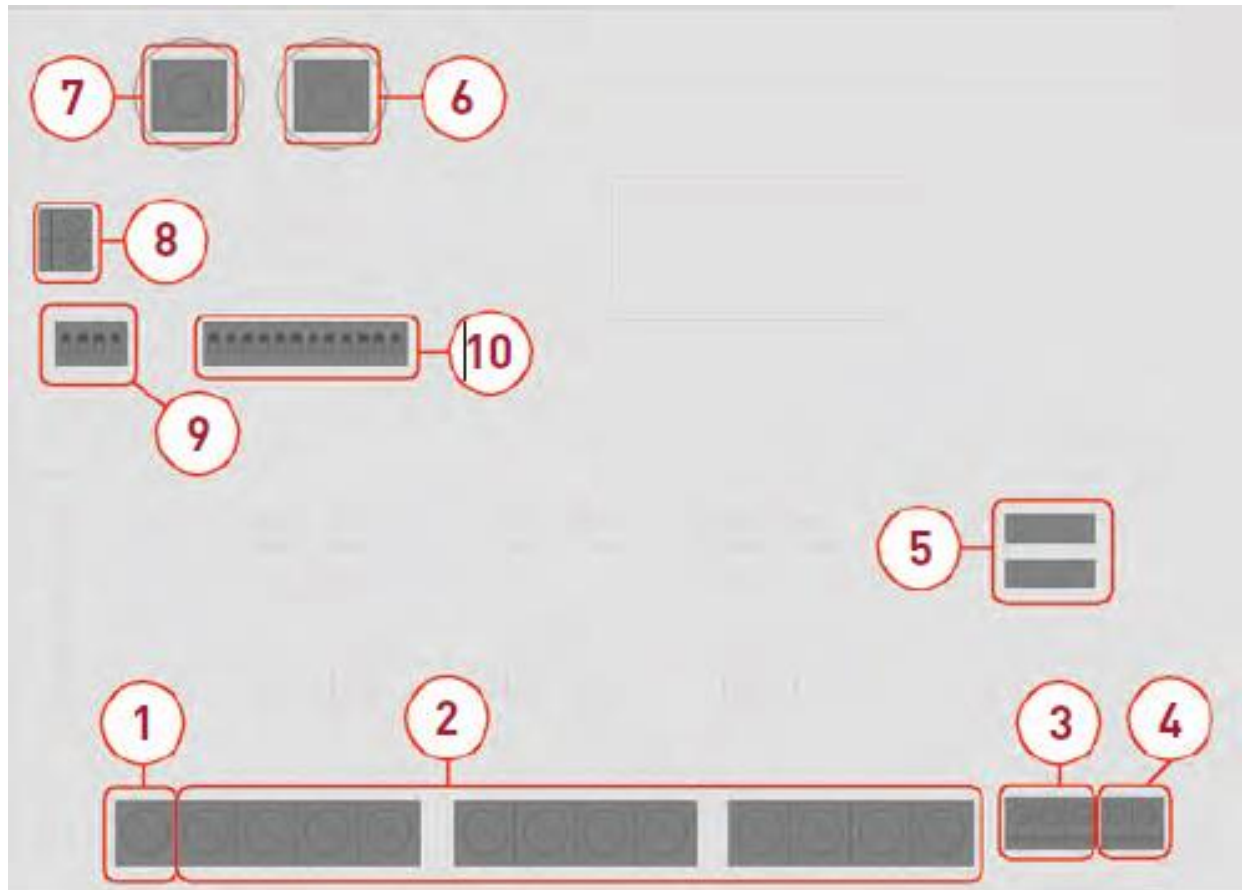
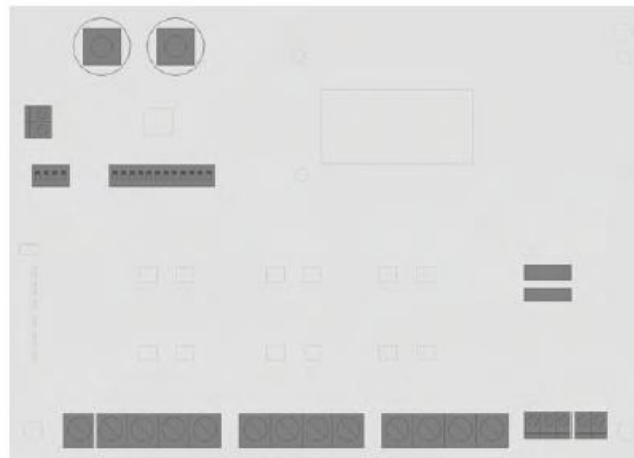

Figura 1: Lay-out del secuenciador Serie DS.
Figura 4: Paso 3 para una instalación segura.
En la **Error! Reference source not found.** Figura 1 se muestra el Lay-out de un secuenciador de la serie DS, tiene sus partes enumeradas las cuales son explicadas más adelante en la Tabla 2.
Conecte las salidas de las solenoides discretas en las terminales de salida de solenoide discreta (Objeto 2 en el Lay-out de la Figura 1), Conecte cada cable de solenoide a una terminal de salida separado. Recuerde que se debe usar un cableado máximo de 12-22 AWG. Apóyese en la Figura 4. Si desea saber cómo se deben de hacer las conexiones eléctricas del secuenciador a las solenoides ver el **Error! Reference source not found.**
Conecte la corriente de entrada pertinente (objetos 3 y 4 en el Lay-out de la Figura 1). Si desea alimentar el secuenciador electrónico de la serie DS por medio de Corriente Alterna (CA), use las terminales que detalladamente tienen escrito: “AC Input” (Objeto 3); Si desea alimentar el secuenciador por medio de Corriente Directa (DC), use las terminales que detalladamente tienen escrito: “DC Input” (Objeto 4). Apóyese en la Figura 5.